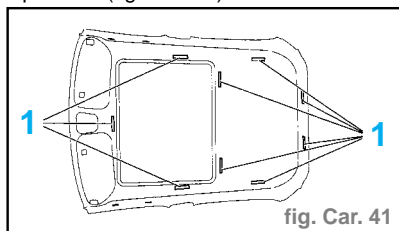

fig. Car. 41
- Dégrafer tous les velcros (1) pour désolidariser le cadre du toit ouvrant et du pavillon. (fig. Car. 41)